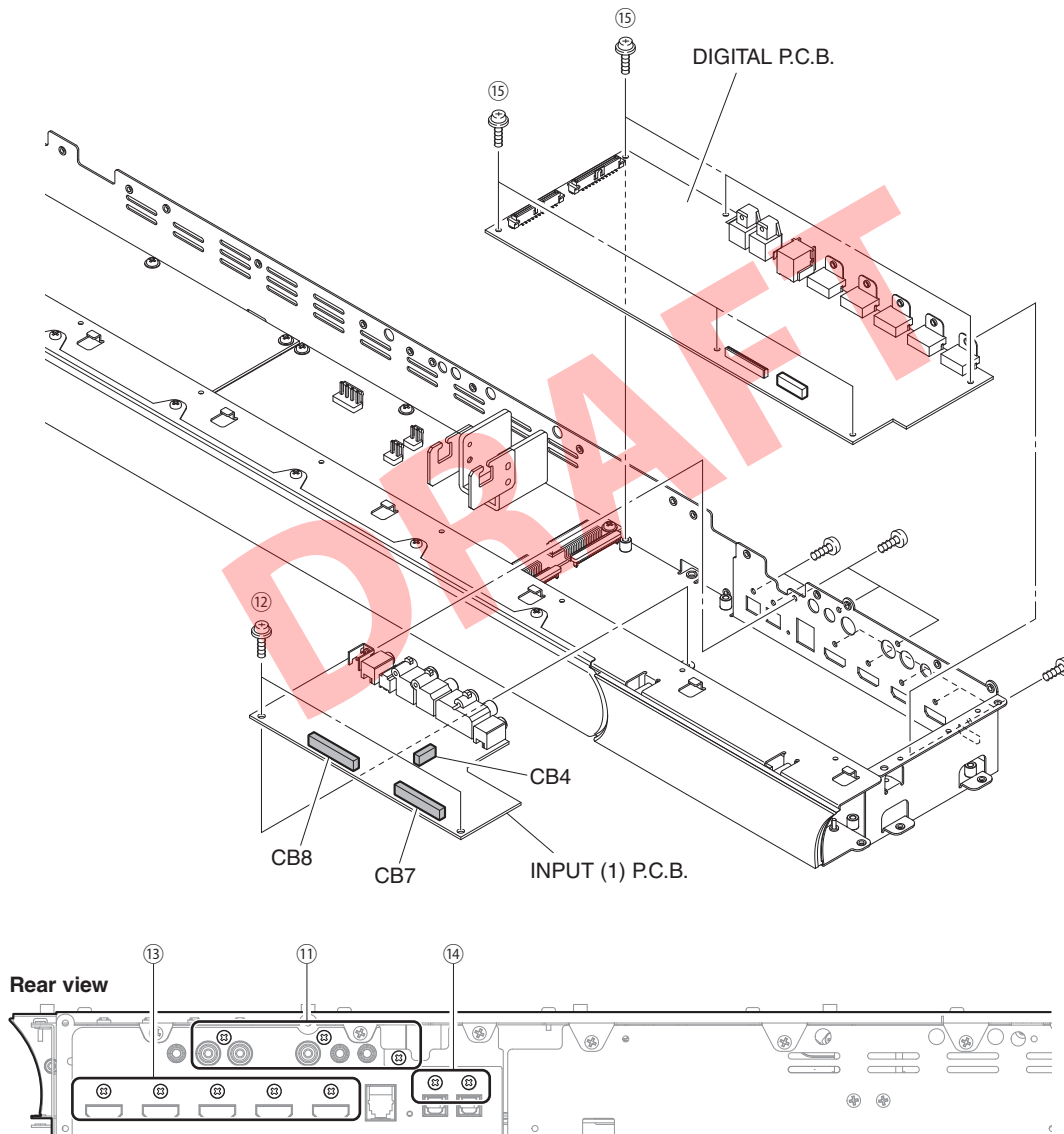

Fig. 4
**9. Removal of INPUT (1) P.C.B.**
- a. Remove 3 screws (⑪) and 2 screws (⑫). (Fig. 4)
- b. Remove CB4, CB7 and CB8. (Fig. 4)
- c. Remove the INPUT (1) P.C.B. (Fig. 4)
- a. Remove 5 screws (⑬), 2 screws (⑭) and 6 screws (⑮). (Fig. 4)
- b. Remove the DIGITAL P.C.B. (Fig. 4)
**9. INPUT (1) P.C.B. の外し方**
- a. ⑪ のネジ 3 本、⑫ のネジ 2 本を外します。(Fig. 4)
- b. CB4、CB7、CB8 を外します。(Fig. 4)
- c. INPUT (1) P.C.B. を外します。(Fig. 4)
- a. ⑬ のネジ 5 本、⑭ のネジ 2 本、⑮ のネジ 6 本を外します。(Fig. 4)
- b. DIGITAL P.C.B. を外します。(Fig. 4)